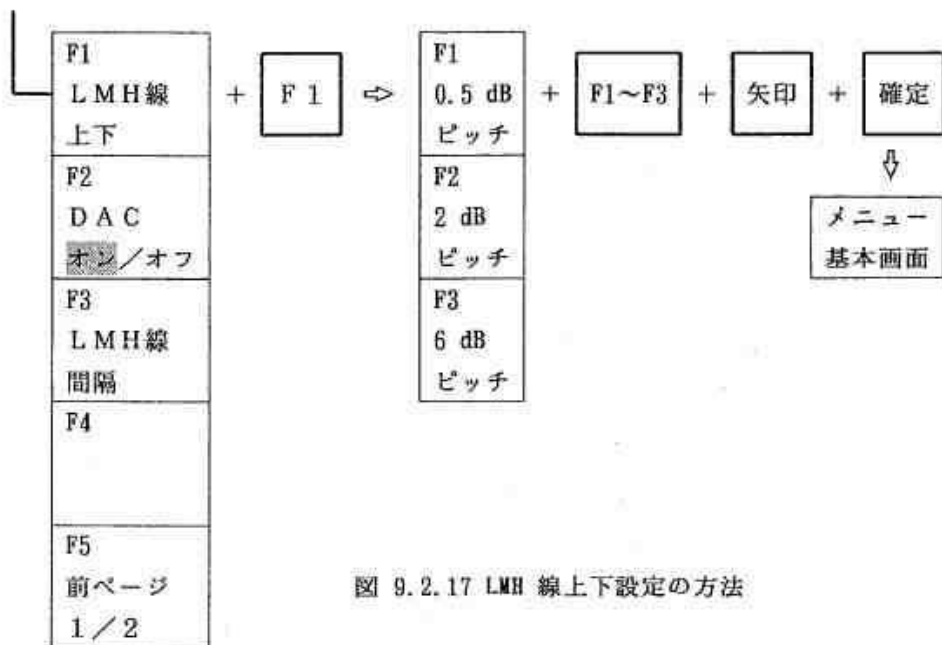

図 9.2.17 LMH 線上下設定の方法
- ① 選択キー【F4】を1回押すと図 9.2.17 の選択メニューが表示されます。更に選択キー【F5】を1回押すと図 9.2.17 の選択メニューが表示されます。
- ② 更に、この【LMH線上下】機能を作動させるためには、選択キー【F1】を1回押します。表示器のメニュー表示エリアには図 9.2.17 のように、上下のために入力するゲインのピッチを選択する選択メニューが表示されます。